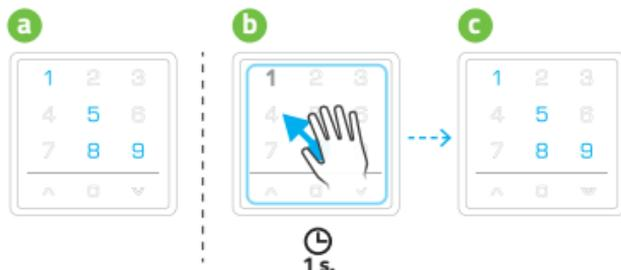

Abb. 9.3
3. Aktivierung durch das Annähern der Handfläche dem Bildschirm. Dieser Modus ist nur bei der aktiven Gestensteuerung möglich. In diesem Modus werden auf dem Bildschirm die Kanäle aktiviert, die in der letzten Sitzung vor dem Standby verwaltet wurden. Die Fernbedienung wird den Betrieb dieser Kanäle oder der nächsten erwarten - **Abb. 9.3.**